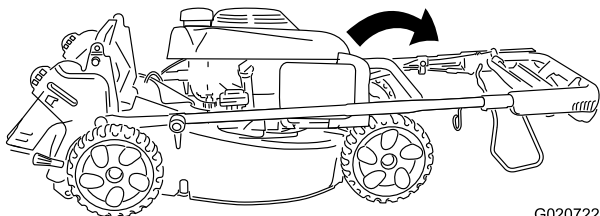

Рисунок 4
2. Осторожно перемещайте верхнюю рукоятку вперед до тех пор, пока половинки рукоятки не окажутся на одной линии и не сложатся вместе, как показано на рис. 4.